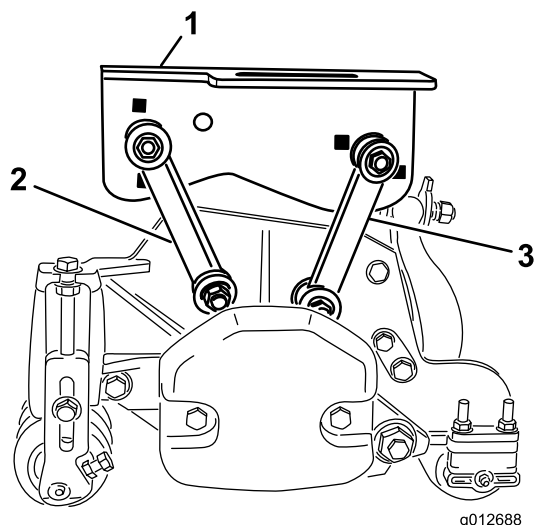

Figura 17
- Fixe as ligações de montagem frontais à estrutura de suporte intermédia com um parafuso (3/8 pol. x 2 1/4"), 2 anilhas de cabeça chata e uma porca de bloqueio, como se mostra na Figura 17. Posicione uma anilha em cada lado da ligação quando estiver a montar. Aperte os fixadores com uma força de 42 N m.
- Fixe as ligações de montagem traseiras à estrutura de suporte intermédia com um parafuso (3/8 pol. x 2 1/4"), 2 anilhas de cabeça chata e uma porca de bloqueio, como se mostra na Figura 17. Posicione uma anilha em cada lado da ligação quando estiver a